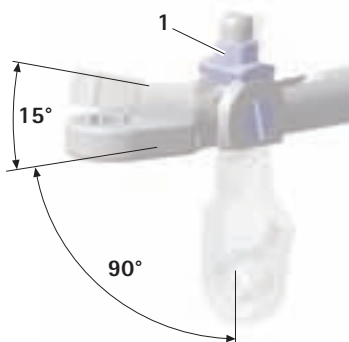

Fig. 3
- Portare la chiave a T H sull'angolo corretto e serrare l'esagono 1 in senso orario, vedere Fig. 3. L'asta di accoppiamento B è bloccata.